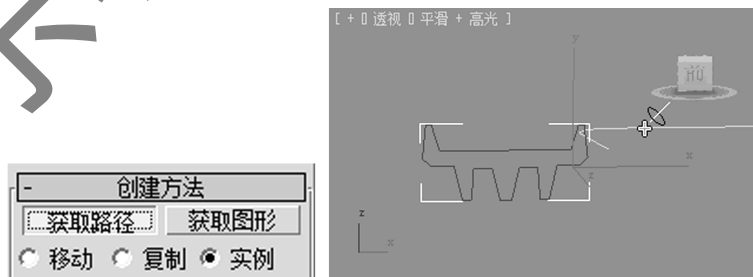

图 4-19 拾取路径
Step2: 选中“截面”, 选择“”创建面板→“”(几何体)→复合对象→“对象类型”卷展栏→放样。点击“获取路径”, 然后点击已经绘制好的路径, 如图 4-19 所示。